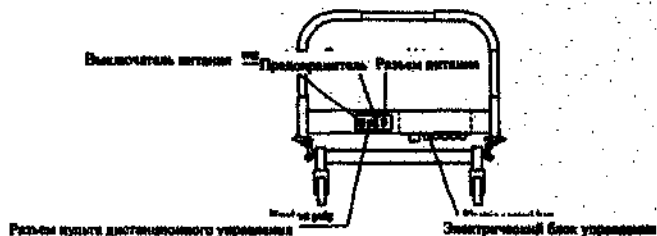

Рисунок 4
6.2. Соедините кабель питания и пульт дистанционного управления с кроватью, включите питание, и после этого Вы можете использовать для управления кроватью. См. рисунок 4.